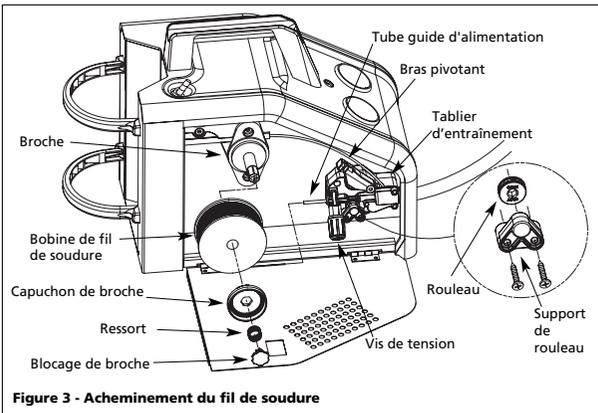

Figure 3 - Acheminement du fil de soudage
- a. Le diamètre du fil de soudage s'agence à la rainure du rouleau entraîneur sur le mécanisme d'alimentation du fil (voir figure 3). Le rouleau entraîneur est marqué en tailles métriques : 0,6 mm, 0,8 mm, 0,9 mm.